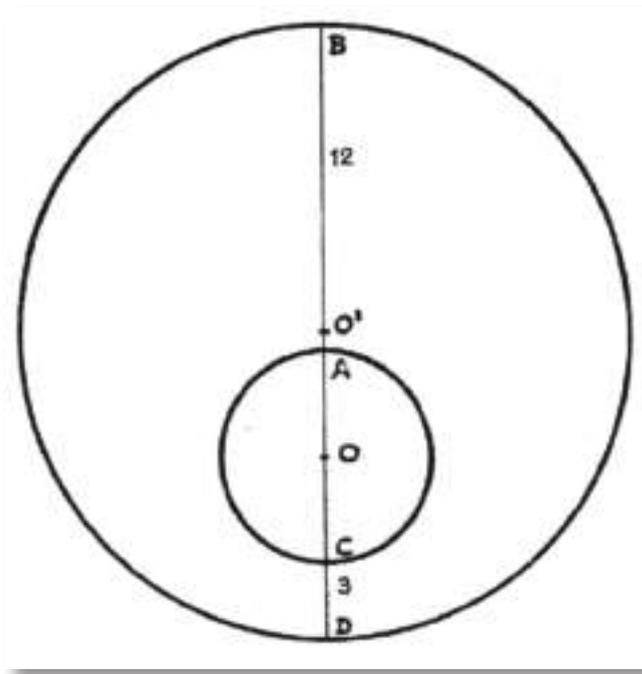

Figura 15
4. Manga franzida em circunferência - esta manga tem um molde curioso: é franzida só na cava. Primeiro trace uma vertical sem qualquer medida determinada (Figura 15) e marque o ponto O onde quiser. Veja a medida do braço da criança e divida por 6. Se der como resultado um número fracionário escolha o inteiro imediatamente inferior. Com esta medida marque O A e O C e trace a circunferência A C com o centro em O, estando com a abertura igual a O A. Esta circunferência menor será a boca da manga. A seguir marque a vertical A B, ou seja de 3 a 4 cm. Marque o meio de B D com o ponto O'. Com centro em O' trace a circunferência maior com a medida de O'B, que será a cava a ser franzida e montada na cava da peça. Remate a circunferência como desejar.